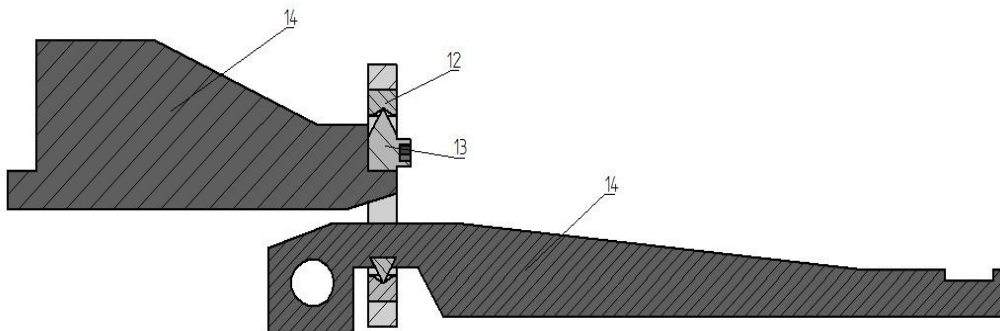

图 3
3.3 观察辅助杠杆(14)后面的刀口组，刀口(13)是否落入刀槽(12)中，如果刀口脱离刀槽，请用手按下辅助杠杆(14)，将刀槽(12)套在刀口(13)上（图 3）。（这种情况一般不会发生，只有在强烈震动的情况下才会发生。）